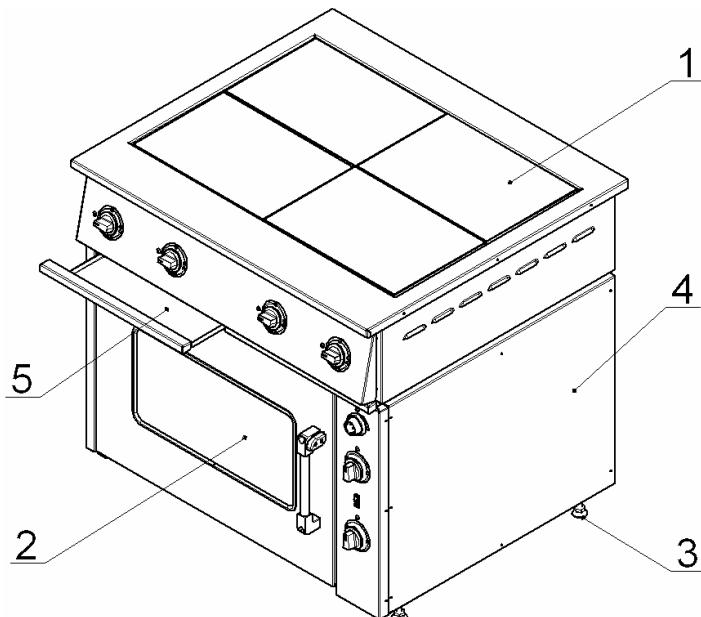
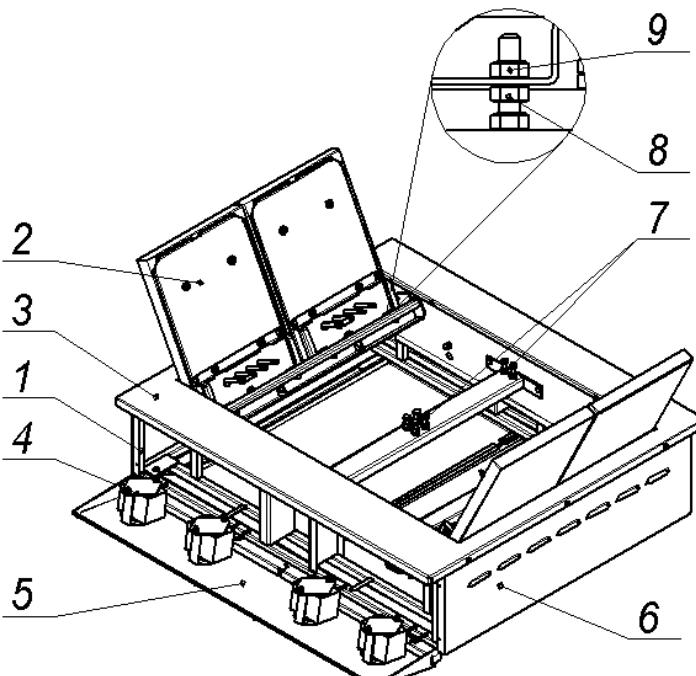
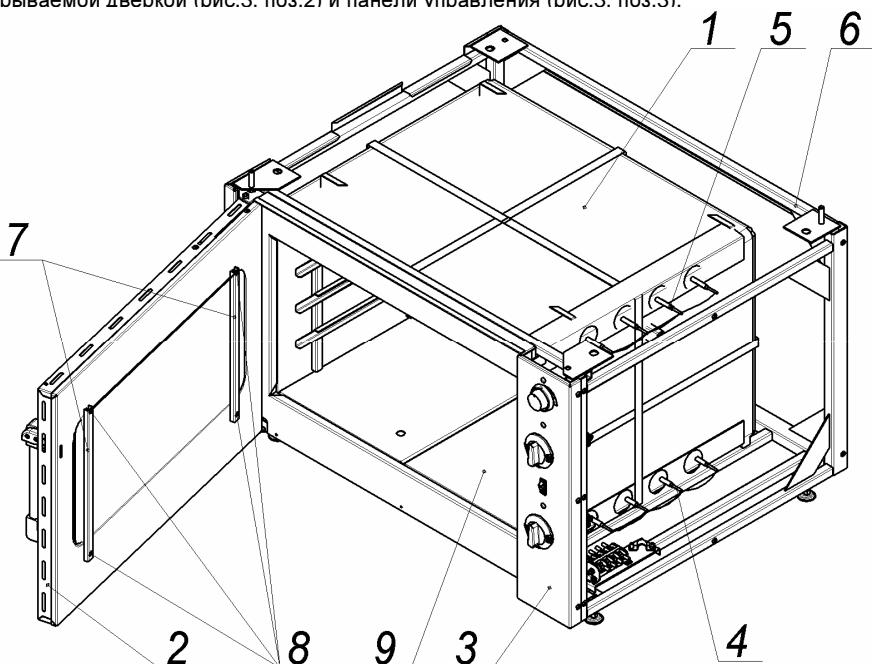
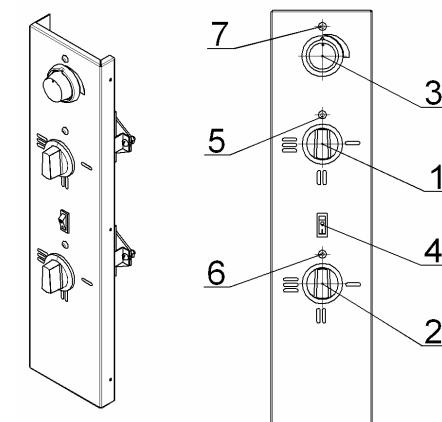

Рис.1
Рис. 2
Рис.3
Рис.4
(см. рис.1) и вывернуть винты крепления панели к каркасу плиты.
4.3 Собственно плита (рис.2) установлена на жарочный шкаф (рис.1. поз.2) и состоит из каркаса (поз.1), с закрепленными на нём конфорками (поз. 2), столом (поз.3), облицовочными (поз.6) и приборной панелью (поз.5).
4.3.3 Для обслуживания и санитарной уборки, плита оборудована (см. рис.1) выдвижными поддонами (поз.5), так же обеспечен (см. рис.2) свободный доступ к внутренним поверхностям плиты:
4.4 Жарочный шкаф состоит из тепловой (рабочей) камеры (рис.3 поз.1), защищаемой дверкой (рис.3. поз.2) и панели управления (рис.3. поз.3).
- Снять панель управления (рис.3, поз.3) или снять правую облицовочную панель (рис.1,поз.4);
- Снять панель управления (рис.3, поз.3) или правую облицовочную панель (рис.1,поз.4);
4.5 Приборы управления и светосигнальная арматура размещены (рис.4) на панели управления (рис.3 поз.3), которая расположена с правой стороны шкафа.
4.5.1 Ступенчатое регулирование мощности верхних и нижних ТЭНов осуществляется установкой ручек переключателей (поз.1 и 2) в фиксированные положения, обозначенные на панели управления символами I, II и III, что соответствует режимам нагрева ТЭНов: слабый, средний и сильный. При этом, мощность ТЭНов изменяется следующим образом: 0,75 – 1,5 – 3,0 кВт. Отключение ТЭНов производится установкой ручек переключателей в положение «0» (напротив сигнальных ламп рис.4, поз.5 и 6).
Установка и автоматическое поддерживание необходимой температуры (от 50 до 300°C) в камере осуществляется терморегулятором (рис.4, поз.3).
Переключатели верхних и нижних ТЭНов, а также терморегулятор снабжены сигнальными лампами (рис.4, поз.5, 6 и 7).
- Снять панель управления (рис.3, поз.3) или снять правую облицовочную панель (рис.1, поз.4);
- Открыть дверку и вынуть из камеры подовые короба (рис.3, поз.9);
7.4 Установите (по часовой стрелке) лимбом терморегулятора (рис.4, поз.3) температуру в камере шкафа, предусмотренную технологией приготовления продукта (должна загореться сигнальная лампа рис.4. поз.7).
7.5 Установите ручки переключателей (рис.4, поз.1 и 2) верхних и нижних ТЭНОВ в положения I, II или III (должны загореться сигнальные лампы рис.4, поз.5 и 6).
7.7 Для визуального контроля состояния приготавливаемых в камере продуктов, при закрытой дверке, включите клавишей (рис.4, поз.4) лампу подсветки камеры.